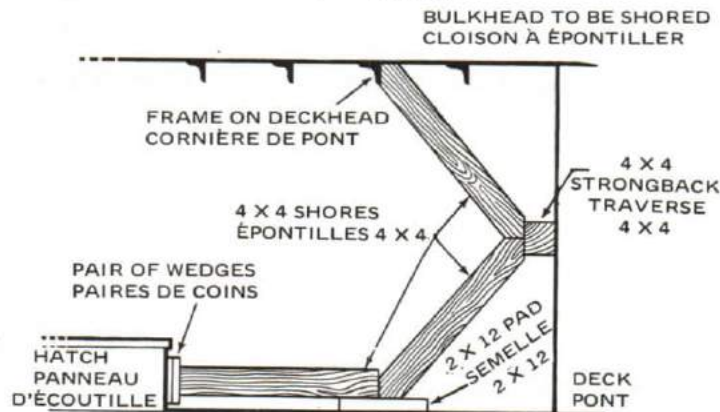

Figure 8-31
20. Figure 8-31 shows a typical shoring structure with each piece named.
21. Several structures similar to that shown in Figure 8-31 would be built along the length of the bulkhead, each bearing on the same strongback to ensure that the load is evenly distributed. This type of shoring is called "V" shoring and is the most common. It uses less material than other methods.
20. La figure 8-31 montre un modèle d'épontillage échafaudé et désigne chaque pièce par son nom.
21. Des échafaudages semblables à celui de la figure 8-31 pourraient être érigés à la longueur de la cloison, en prenant appui sur la même traverse de manière que la charge soit également répartie. Ce genre d'épontillage est appelé épontillage en V et c'est celui qu'on emploie couramment car il exige moins de matériaux que les autres.